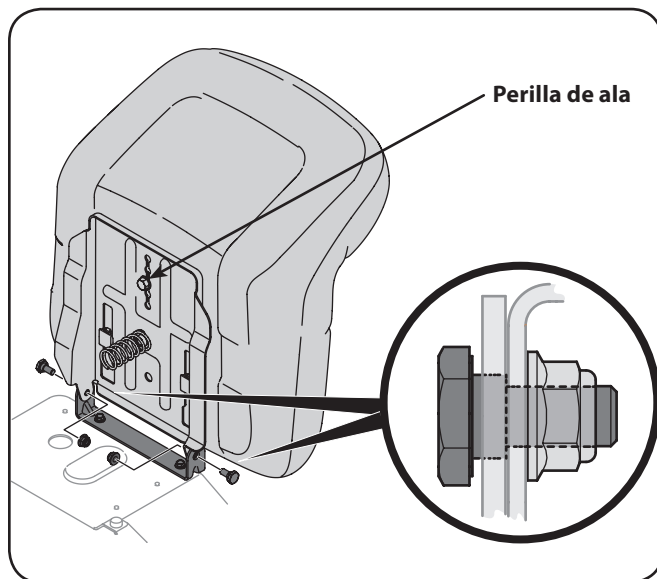

Figura 3-7
- Coloque los dos pernos con reborde que se incluyen en el paquete de elementos de ferretería y sujete con dos tuercas de seguridad. Vea la Figura 3-7.
Nota: Compruebe que el reborde del pernos quede completamente embutido en el soporte del asiento cuando sujete la tuerca de seguridad. Vea el recuadro de la Figura 3-7.
- Para ajustar la posición del asiento, afloje el tornillo de ajuste en la parte inferior del asiento. Deslice el asiento hacia adelante o hacia atrás según se desee. Vuelva a apretar el perno de ajuste. Consulte la Figura 3-7.